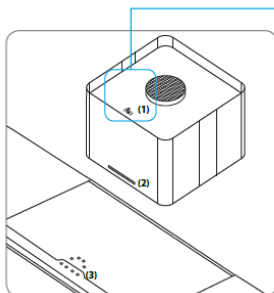

Fig 1 **Emhætte i standardversion med USB-stik (1) og kontrolpanel (2)**
Fig. 1 Standardversjon med USB-plugg (1) og kontrollpanel (2) Viften styres via masterbryteren på komfyrtoppen (3) eller kontrollpanelet på viften. Fargetemperaturen er på 4000 K.